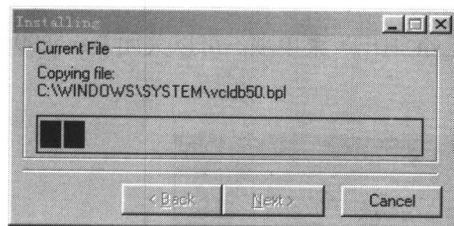

图 1-12 Protel 99 SE Service Pack6 的安装进度界面
(11) 单击 **Next >** 按钮，开始安装，安装过程中显示安装进度界面，若要终止安装，可以单击 **Cancel** 按钮，如图 1-12 所示。